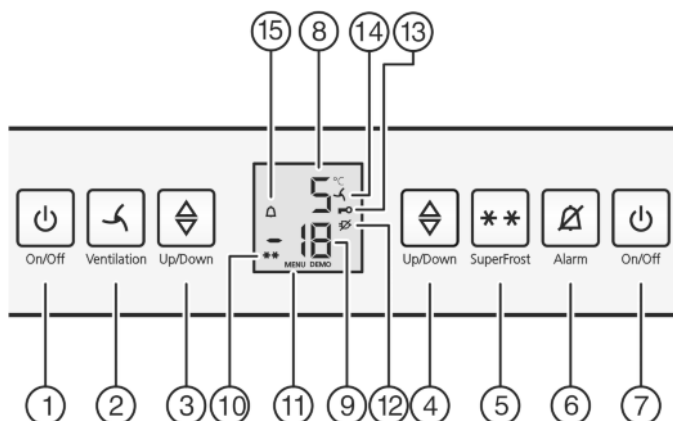

Fig. 2
- ▶ Натисніть кнопку On/Off морозильника Fig. 2 (7).
- ▶ Натисніть кнопку On/Off охолоджувального відділення Fig. 2 (1).
- ▶ Вмикання режиму настройки: натисніть кнопку SuperFrost Fig. 2 (5) і утримуйте її приблизно 5 секунд.
- ▷ На індикаторі відображається символ «Меню» Fig. 2 (11).
- ▶ Для підтвердження натисніть і відпустіть клавішу SuperFrost Fig. 2 (5).
- ▷ На індикаторі світиться символ «Захист» Fig. 2 (13).
- ▶ Натисніть і одразу відпустіть кнопку On/Off морозильника Fig. 2 (7).
- ▷ Символ функції захисту Fig. 2 (13) гасне.
- ▶ натисніть сигнальну клавішу Alarm Fig. 2 (6).
Одночасно блимає індикатор температури та символ звукового сигналу Fig. 2 (15).
Звукове попередження вимикається автоматично, символ звукового попередження Fig. 2 (15) вимикається, індикатор температури перестає блимати, коли температура достатньо низька.